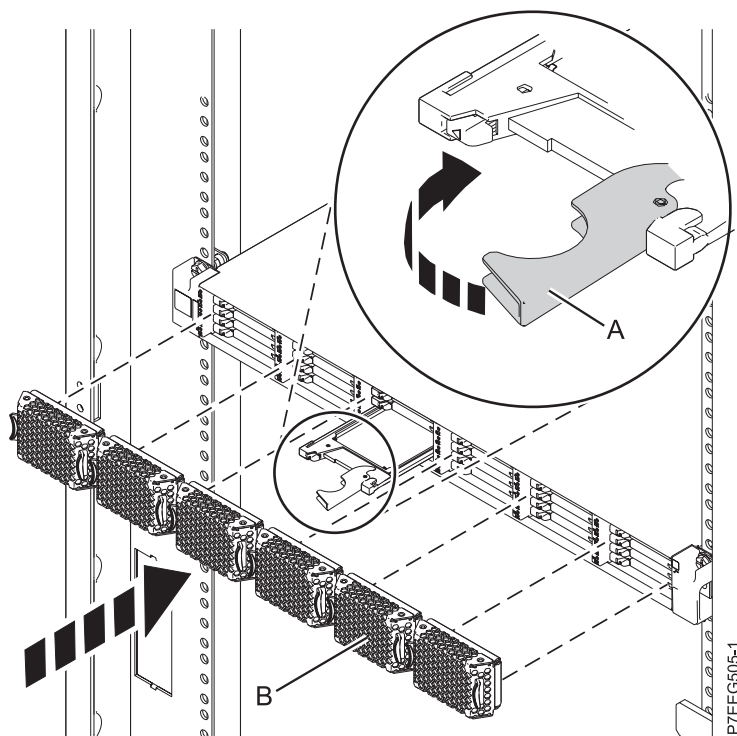

Figura 41. Substitució d'una unitat d'estat sòlid a Allotjament d'emmagatzematge EDR1 PCIe.
4. Quan el LED d'identificació de la unitat d'estat sòlid es torni sòlid, feu lliscar tota la unitat d'estat sòlid cap a Allotjament d'emmagatzematge EDR1 PCIe fins que quedi ben encaixada. A continuació, feu girar la nansa (A) fins a la posició de bloqueig. Consulteu Figura 41.
6. Instal·leu la tapa bisellada (B).